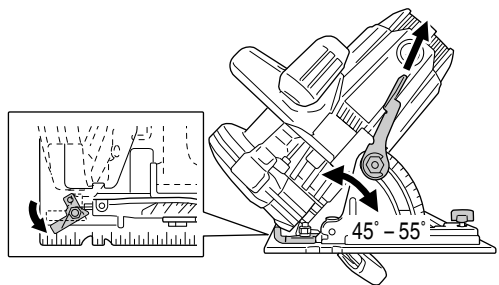

Fig. 9
Si utiliza un ángulo de inclinación superior a 45°, como se muestra en la Fig. 9, mueva la palanca (A) hacia la parte exterior, la cuchilla de la sierra puede inclinarse para formar un ángulo máximo de 55° con relación a la base. Después de realizar el ajuste deseado, siempre asegúrese de comprobar que la palanca (A) se encuentre completamente apretada.